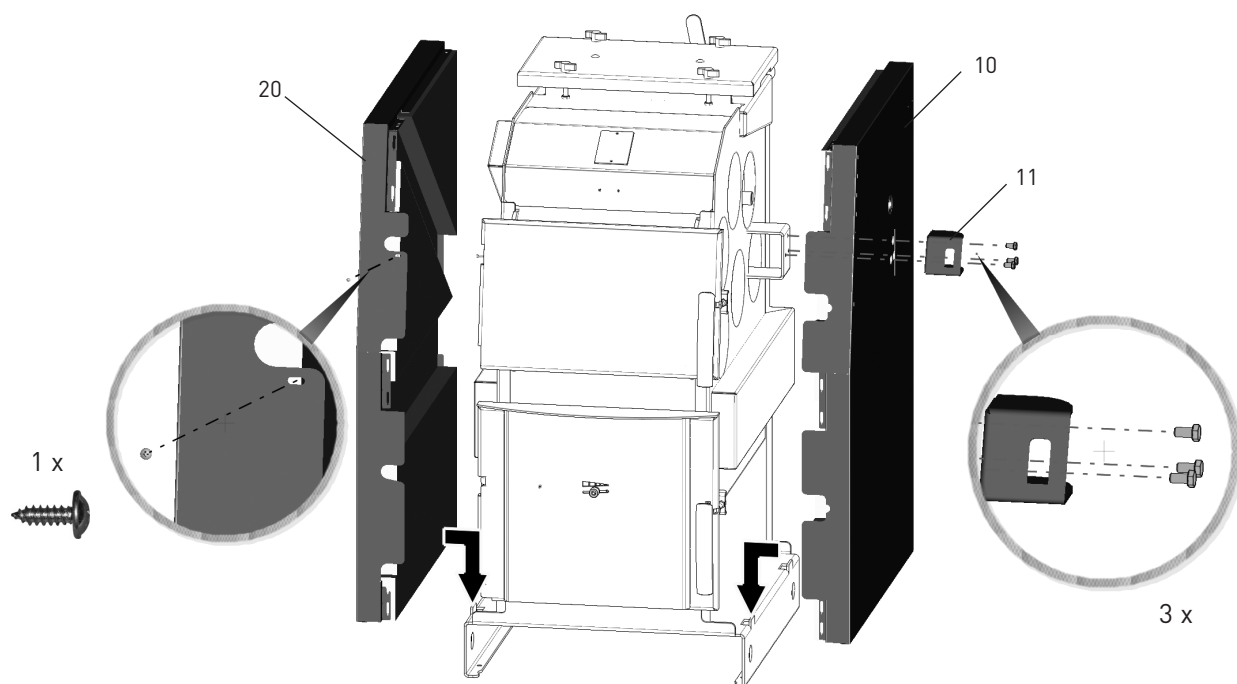

Fig. 7 Installazione parte inferiore pannelli laterali
- pareti laterali (parti 10, 20): montaggio – Fig. 7.